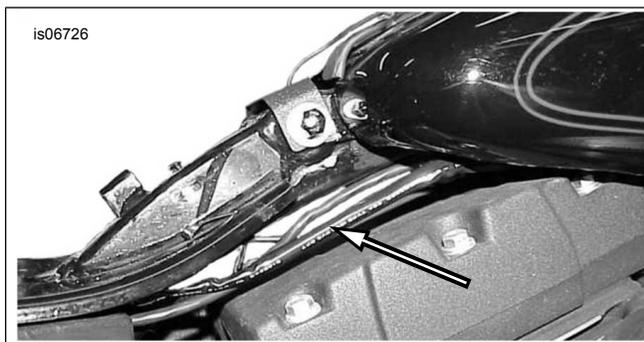

Figura 31. Passagem do fio do transmissor até o farol dianteiro (Dyna)
1. Veja Figura 31. Use as abraçadeiras do kit para fixar o fio restante do transmissor (branco) e o conduíte nos fios do veículo que vão até o farol dianteiro. Levante o tanque de combustível. Coloque os fios sob o tanque na direção do farol dianteiro.